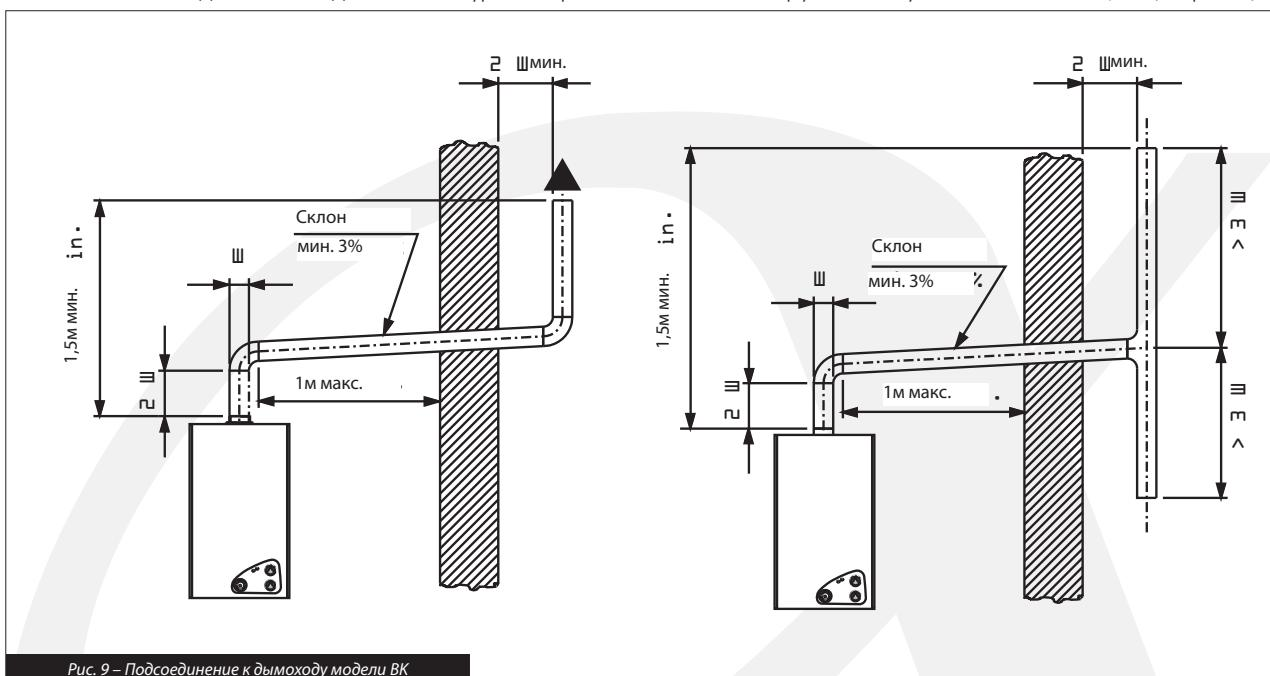

Рис. 9 – Подсоединение к дымоходу модели ВК
- вытяжной блок должен находиться выше уровня крепления вытяжной трубы к котлу не менее чем на 1,5 м (см. рис. 9).